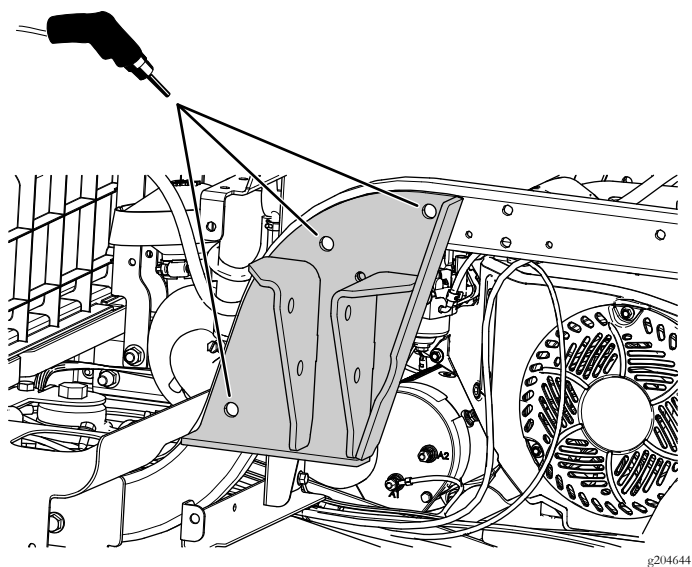

图14
4. 使用 ROPS 支架作为导板在机架上钻出 3 个 13.5mm 直径的孔图14。